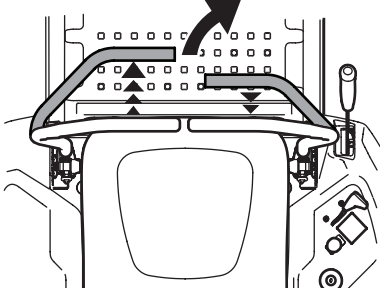

Figura 30
2. Para girar a la derecha, mueva la palanca de control de la transmisión derecha hacia atrás respecto de la palanca izquierda (Figura 30).